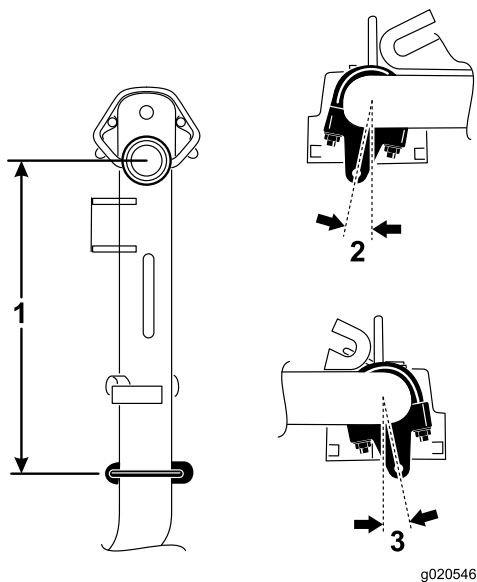

図4
1. 昇降アーム番、番、番では、チェーンブラケットとUボルトが、ピボットナックルの中心線よりも 38 cm 後ろになるように取り付ける図 4。
- 昇降アーム番、番では、ブラケットを垂直方向から右に10度回転させた状態で取り付ける図4。
- 昇降アーム4番では、ブラケットを垂直方向から左に10度回転させた状態で取り付ける図4。